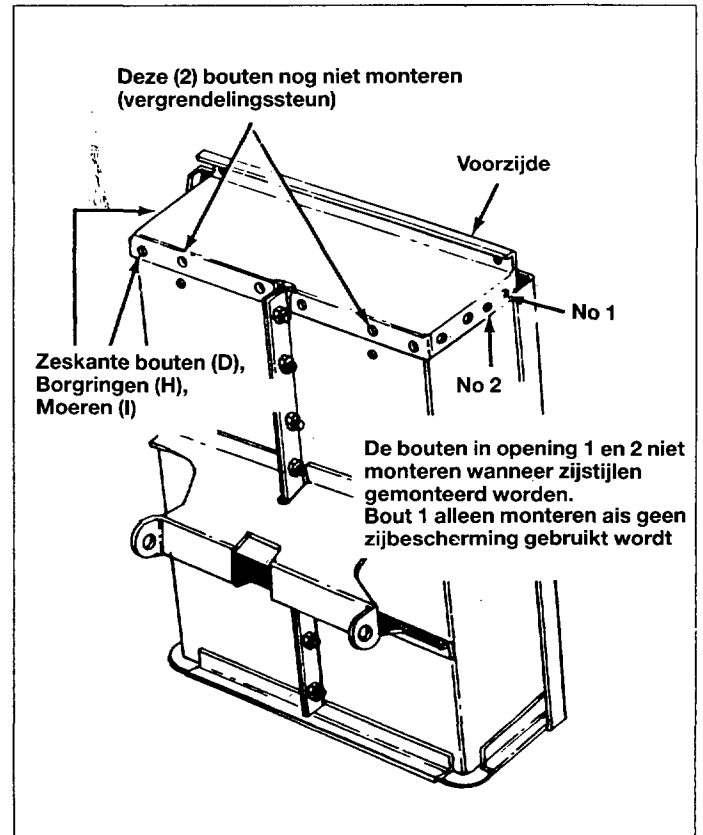

Fig. 8
13. Monteer de voorzijde op de wagen met 6 mm x 12 mm zeskante bouten (D), borgringen (H) en moeren (I). Vanaf de binnenkant van de wagen monteren. Zie fig. 8.
N.B.: Wanneer zijstijlen (toebehoren) gebruikt worden, de bouten in opening 1 en 2 achterwege laten. Zie fig. 8.